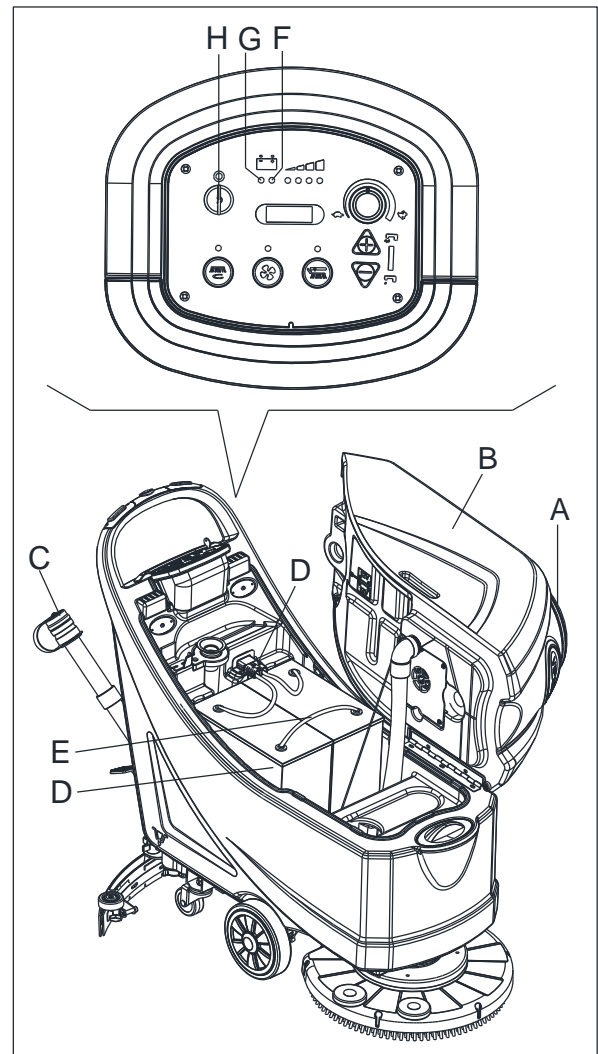

Figura 14
Cargue las baterías cuando se ilumina la luz de aviso amarilla (F, Figura 14) o la roja (G), o al terminar la limpieza.
1. Abra la tapa (A, Figura 14) y compruebe si el depósito de agua sucia (B) está vacío, de lo contrario vacíelo mediante la manguera de desagüe (C).
3. Gire la llave de ignición (H) a la posición «0».
4. Levante la tapa con cuidado (B).
- Compruebe el nivel de electrolito en el interior de las baterías (D); si es necesario, rellene a través de las tapas (E).
- Deje todas las tapas de la batería (E) abiertas hasta la próxima carga.
- Si es necesario, limpie la superficie externa de las baterías (D).